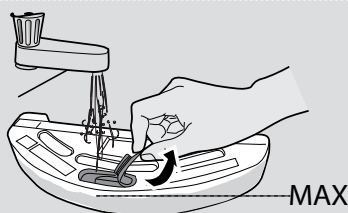

Fig. 14
2. Ouvrez le bouchon en caoutchouc du réservoir d'eau, remplissez-le avec de l'eau et refermez-le. [Fig. 14]